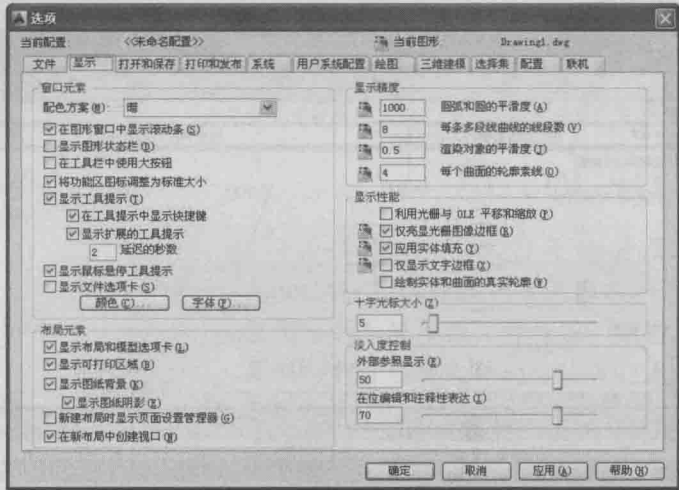
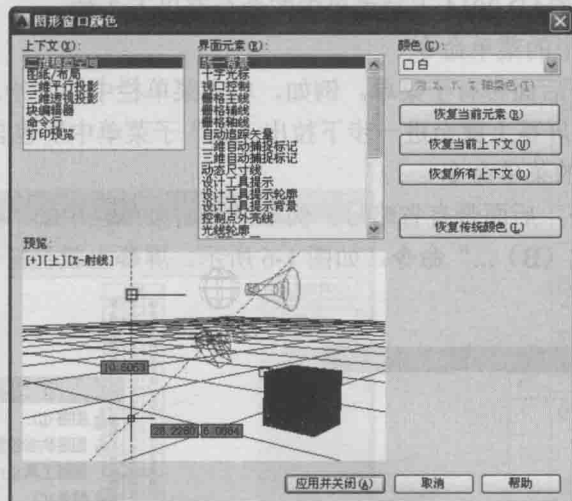

图 1-2 “选项”对话框中的“显示”选项卡
图 1-3 “图形窗口颜色”对话框
十字线的方向与当前用户坐标系的 X 轴、Y 轴方向平行，十字线的长度系统预设为屏幕大小的 5%，如图 1-2 所示。
- 1) 在绘图窗口中选择工具菜单中的选项命令。屏幕上将弹出系统配置对话框。打开显示选项卡，在“十字光标大小”区域的编辑框中直接输入数值，或者拖动编辑框后的滑块，即可以对十字光标的大小进行调整，如图 1-2 所示。
- (1) 在图 1-2 所示的选项卡中单击“窗口元素”区域中的“颜色”按钮，将打开图 1-3 所示的“图形窗口颜色”对话框。
- (2) 单击“图形窗口颜色”对话框中“颜色”字样下边的下拉箭头，在打开的下拉列表中，选择需要的窗口颜色，然后单击“应用并关闭”按钮，此时 AutoCAD 2014 的绘图窗口变成了窗口背景色，通常按视觉习惯选择白色为窗口颜色。